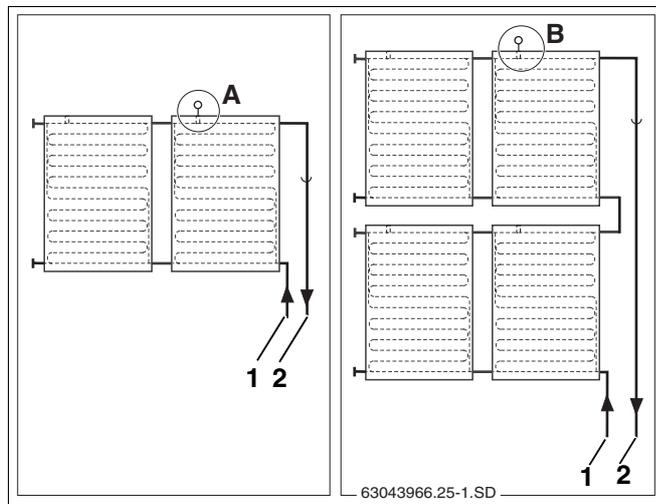

Fig. 31 Posto d'installazione della sonda del collettore (rappresentazione schematica)
Rispettare il posto d'installazione per sistemi di collettori ad una ovvero due serie (fig. 31).
La sonda del collettore deve essere montata nel collettore con la tubazione di mandata già collegata (fig. 31, **pos. 2**).
- Posto d'installazione (fig. 31, **pos. A**) per sistemi di collettori ad una serie.
- Luogo dell'installazione (fig. 31, **pos. B**) in caso di sistemi di collettori a due serie.